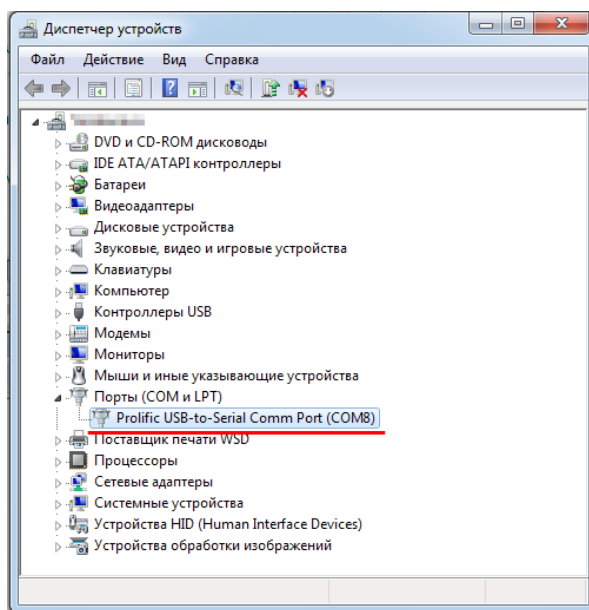

Рис. 21. Подключение модема RX к ПК.
4. Номер COM-порта подключённого модема можно увидеть в разделе “Диспетчер устройств” > “Порты (COM и LPT)” (Рис. 21).